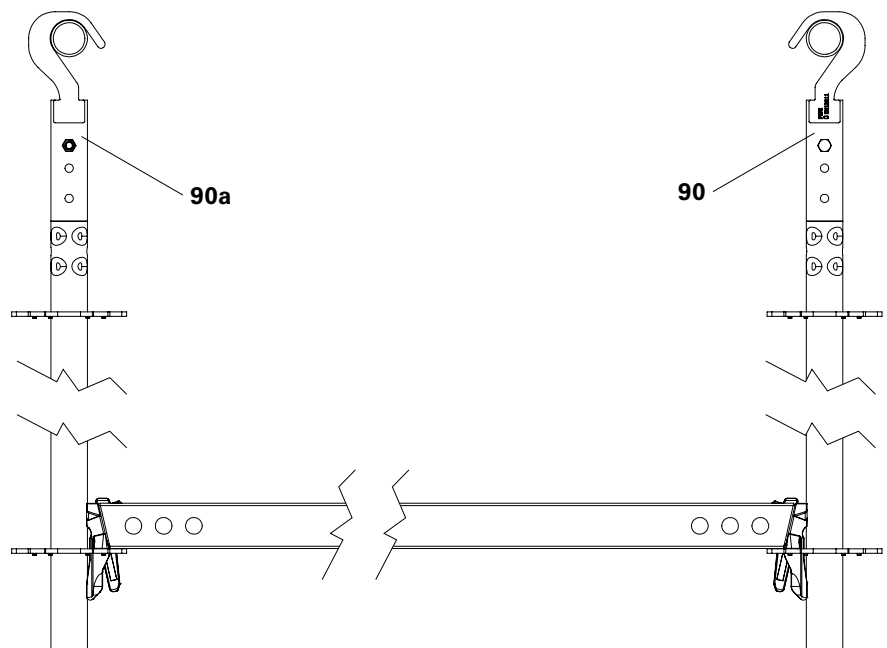

Abb. A11.02
3. Gegenüber liegenden Adapter UEH (**90a**) 180° gedreht montieren. (Abb. A11.02)